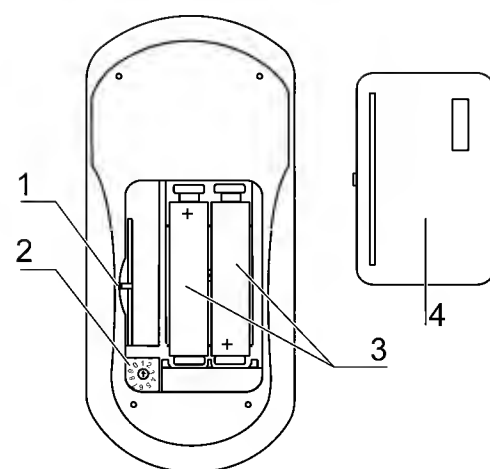

Fig. 12
1. **Fig. 12:** Abrir a tampa [4] da carcaça da bateria no lado inferior do controlo remoto. A tampa é somente encaixada e pode ser levantada com objecto pontado no entalhe [1].